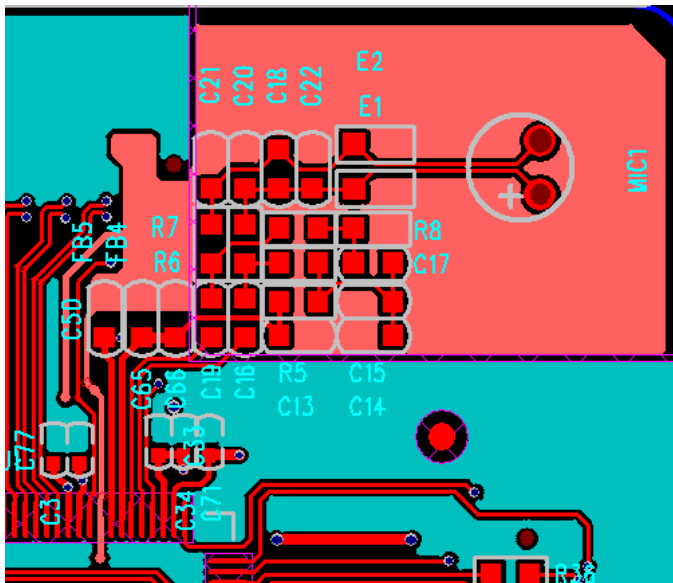
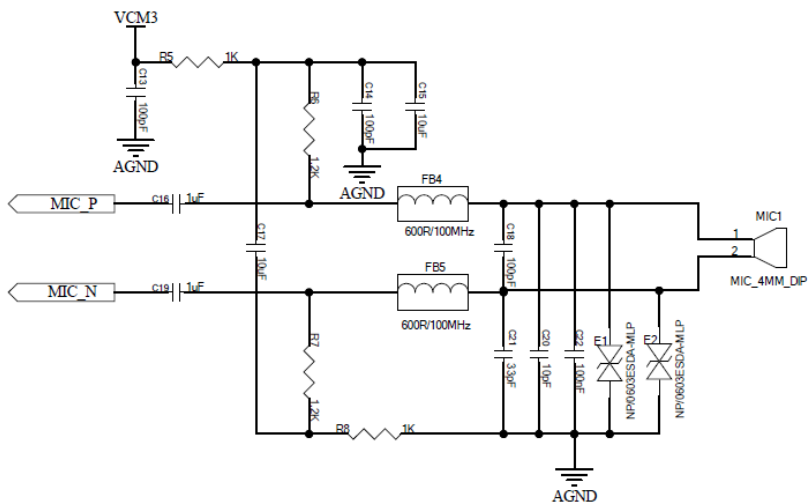

图 2-16 MIC 布线
图 2-17 MIC 应用电路
- 1) MIC 部分的元件需尽量靠近主芯片，如图 2-16 和图 2-17 所示。